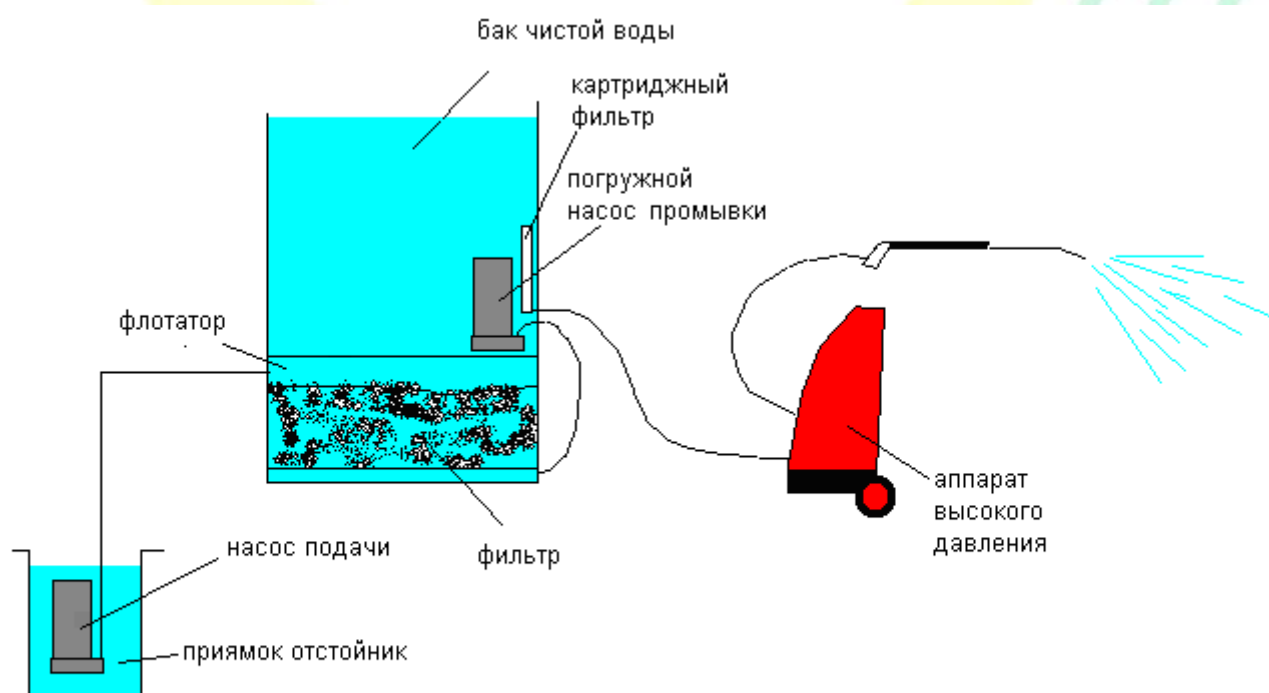

Рис. 6.1.
6.1. Принципиальная схема установки УКО®-0,5 приведена на рис. 6.1.